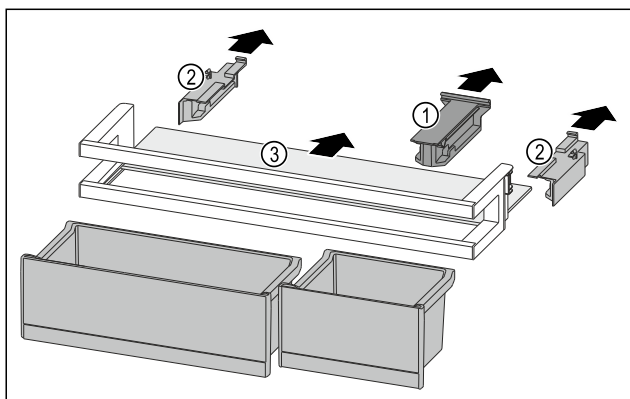

Fig. 202
- ▶ Zdjąć element trzymający Fig. 202 (1).
- ▶ Zdjąć elementy boczne Fig. 202 (2).
- ▶ Wyjąć półkę Fig. 202 (3).